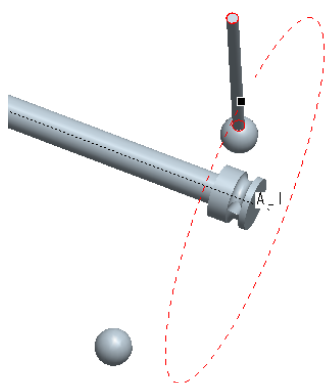

図 9-19 回転移動
- 次に移動参照として「クランプ ボルト」の中心軸を指定する。ハンドルをドラッグすると「クランプ ボルト」の軸のまわりに回転移動させることができる (図 9-19)。